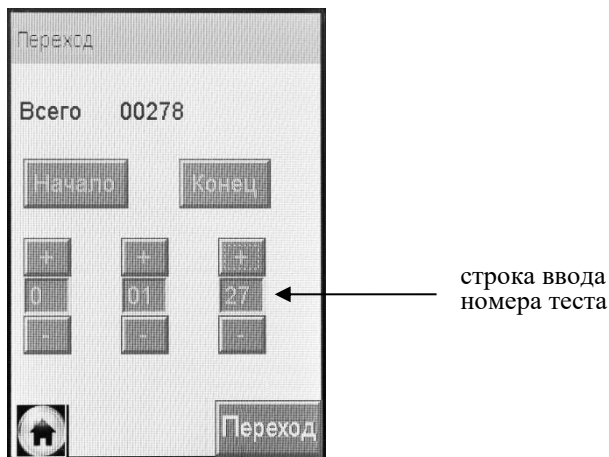

Рисунок 26 – Быстрый переход к требуемому протоколу
– находясь в окне «**Запись**» (рисунок 25), зажмите и удерживайте сервисную кнопку и кратковременно нажмите на кнопку включения/выключения, отпустите обе кнопки; на экране появится окно перехода к требуемому протоколу (рисунок 26);